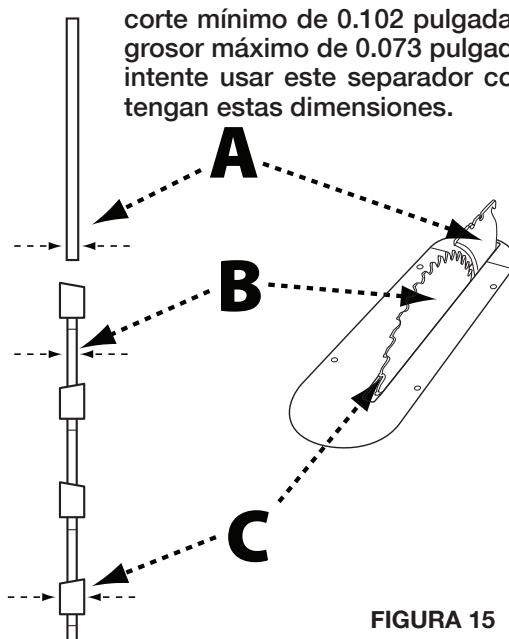

FIGURA 15
NOTA: Los dispositivos de seguridad, el ensamble de guarda para hoja y ensamble de anti contragolpe se han quitado en la Figura 15 para poder mostrar el lugar de características específicas. Al operar la sierra, estos dispositivos de seguridad deben estar instalados y funcionando correctamente.
El grosor del separador (A) debe ser mayor que el cuerpo de la hoja o grosor de la placa (B) y menor que el ancho de corte (C) como se muestra en la Figura 15. El separador incluido con esta sierra mide 2.2 mm de grosor y puede usarse únicamente con una hoja de 10 pulgadas (254 mm) con un ancho de